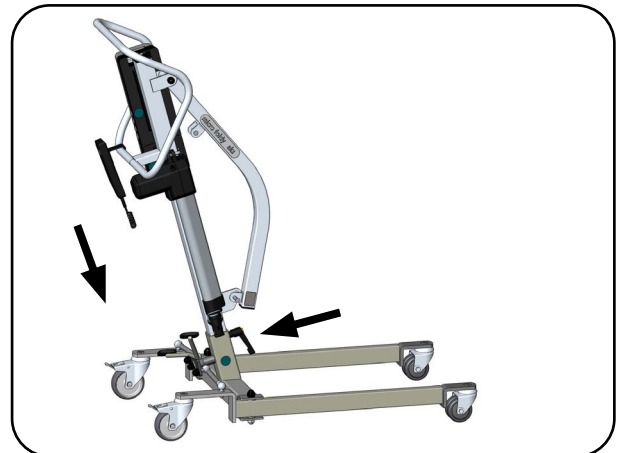

Abb. 6.2.04 – Standmast montiert
6. Stecken Sie den Standmast in die Standmastaufnahme ein. Schrauben Sie den Klemmhebel mit aufgeschobener Unterlegscheibe zur Sicherung der Verbindung wieder fest an (Abb. 6.2.04).
8. Lösen Sie den Hubantrieb, der zum Transport mit Kabelbindern seitlich am Standmast befestigt ist (Abb. 6.2.04). Beachten Sie, dass der Hubantrieb schon an die Steuereinheit angeschlossen ist. Vermeiden Sie jegliche Zugkraft am angeschlossenen Verbindungskabel.